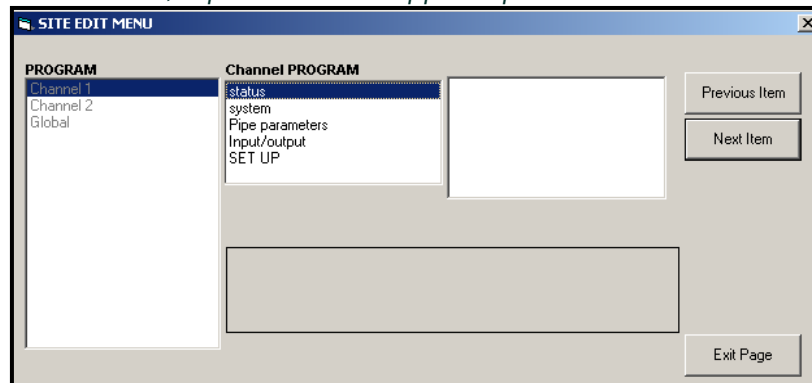

Figure 37: Placer l'Éditer Menu Fenêtre
3. Pour saisir des données dans le programme utilisateur, double-cliquez sur le menu d'édition du site. La fenêtre ressemble à la Figure 37.
4. Pour accéder à un menu particulier (Canal 1, Canal 2 ou Global), mettez en surbrillance et double-cliquez sur le menu souhaité dans le volet de gauche. Par exemple, cliquer sur Canal 1 dans la Figure 37 ouvre la liste des options affichées dans le volet central.
3. Double-cliquez sur l'option souhaitée. PanaView revient au menu Canal illustré à la Figure 37. Proassez à l'option Système.